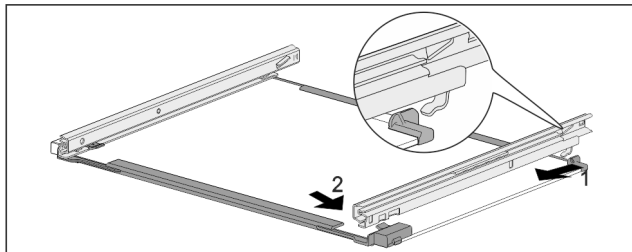

Fig. 134 Glassplate med skinner
- ▶ Hekt inn skinne bak. Fig. 134 (1)
- ▶ Hekt inn skinne foran. Fig. 134 (2)